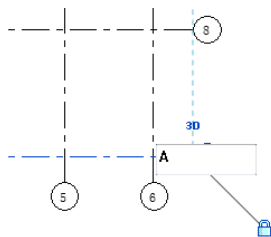

图 4-34 输入轴号
(3) 一般情况下, 横向轴线的编号是按从左到右的顺序编写, 纵向轴线的编号则用大写的拉丁字母从下到上编写, 不能用字母 I 和 O。因为水平轴线是阵列的, 阵列后的所有水平轴线是一个组, 所以选择水平轴线, 单击“修改|模型组”选项卡“成组”面板中的“解组”按钮 , 将水平轴线分解, 双击数字“7”, 更改为字母“A”, 如图 4-34 所示, 按 Enter 键确认。